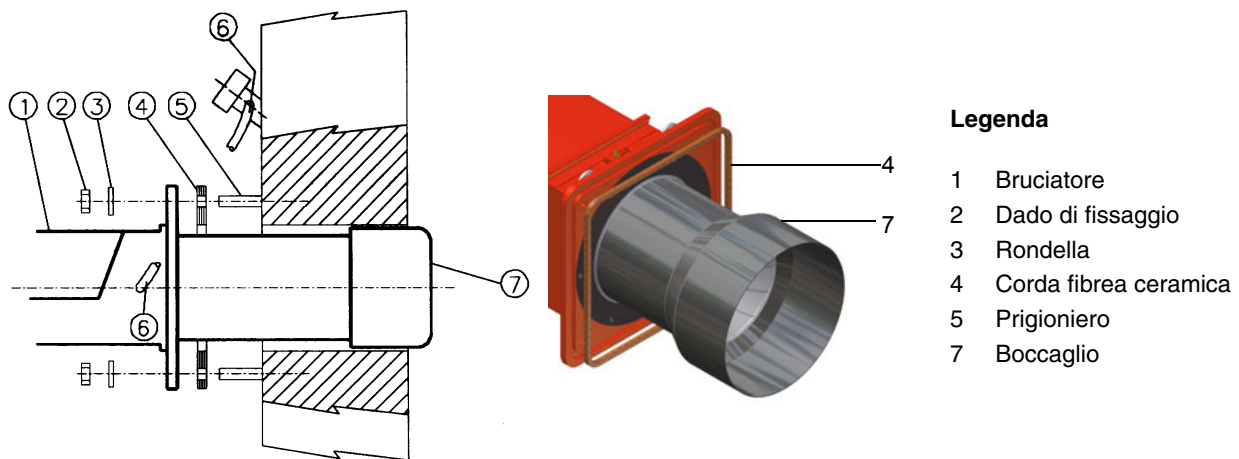

Fig. 3
- 2 avvitare i prigionieri (5) sul portellone della caldaia, secondo la dima di foratura descritta al par. “Dimensioni di ingombro”;
- 8 fissarlo con i dadi ai prigionieri della caldaia secondo lo schema riportato in Fig. 3.